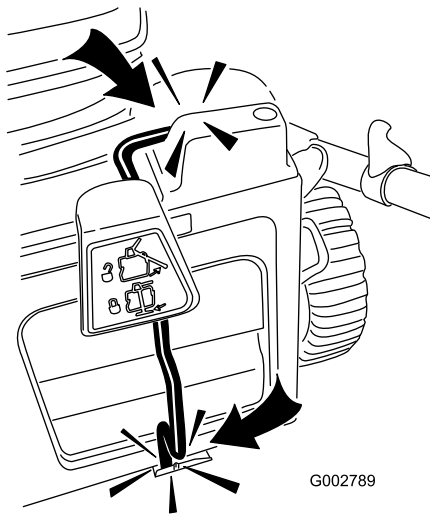

Figure 10
3. Le levier doit s'enclencher parfaitement en place dans le profilé et dans la retenue (Figure 10). **Dans le cas contraire, la machine ne démarrera pas !**